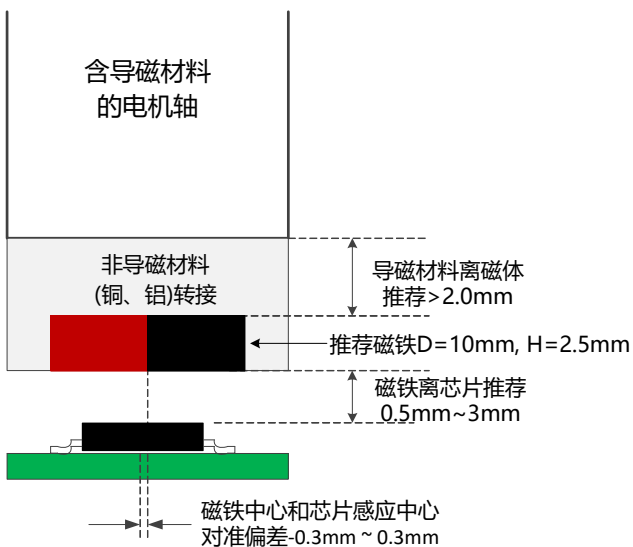

图4 磁铁和芯片的安装要求
- 如图4所示，我们推荐使用标号为N35的钕铁硼烧结磁铁，磁铁直径10mm，厚度2.5mm，充磁方式为径向二级充磁。